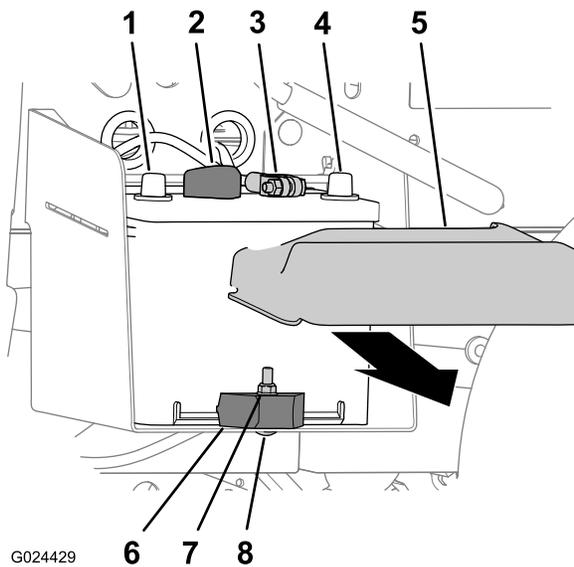

Figura 52
1. Schiacciate i lati del coperchio della batteria e rimuovete il coperchio dalla parte superiore della batteria stessa (Figura 52).
2. Scollegate il cavo negativo della batteria dal relativo morsetto (Figura 52).
3. Scollegate il cavo positivo della batteria dal relativo morsetto (Figura 52).
2. Eliminate dado di bloccaggio, bullone a testa tonda e morsetto della batteria che fissa la batteria al relativo vassoio (Figura 52).
3. Togliete la batteria dal relativo vassoio (Figura 52).
1. Montate la batteria sul relativo vassoio della macchina (Figura 52).
Nota: Accertate che i poli positivi e negativi della batteria siano allineati come mostrato in Figura 52.
2. Fissate la batteria al relativo vassoio con morsetto, bullone a testa tonda e dado di bloccaggio (Figura 52).
1. Collegate il cavo positivo della batteria al relativo morsetto (Figura 52).
2. Collegate il cavo negativo della batteria al relativo morsetto (Figura 52).
3. Montate il coperchio della batteria sulla parte superiore della batteria stessa (Figura 52).